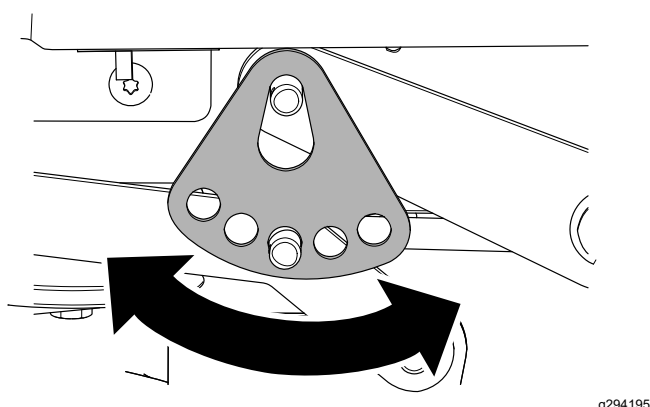

Bild 74
7. Drehen Sie die Schnitthöhenplatte in ein anderes Loch, so dass sie das Gewicht des Mähwerks nach der Montage der Platte trägt (Bild 74).